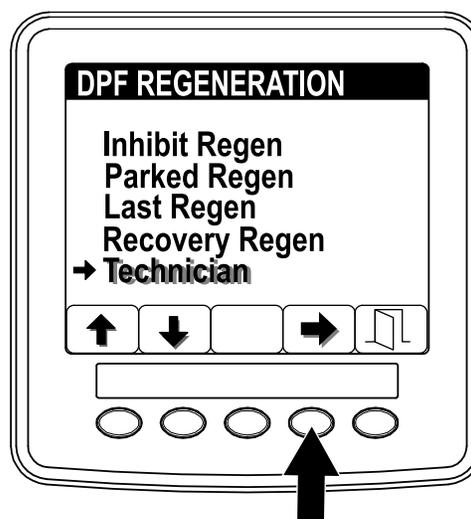

図 36
1. 再生 DPF Regenerationメニューから、ボタン 1 と 2 を使ってスクロールして TECHNICIAN整備士用メニューに入る 図 36。
2. ボタン 4 で Technician に入る 図 36。